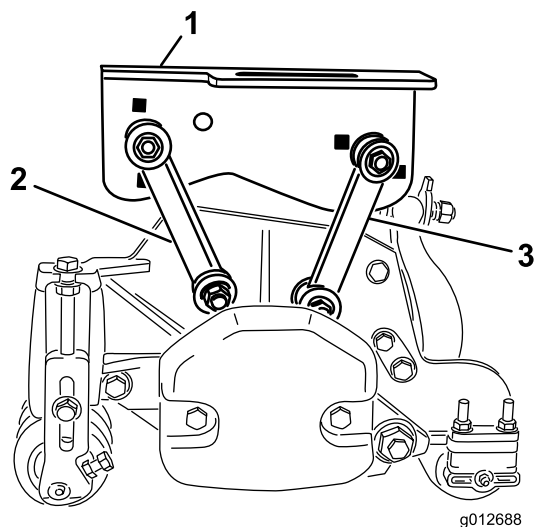

Figura 17
- Fissate i tiranti di montaggio anteriori nei fori del telaio portante centrale con un bullone (3/8" x 2 1/4"), 2 rondelle piane e un dado di bloccaggio, come mostrato in Figura 17. Posizionate una rondella su ogni lato del tirante durante il montaggio. Serrate i fermi a 42 N·m (31 ft-lb).
- Fissate i tiranti di montaggio posteriori nei fori del telaio portante centrale con un bullone (3/8" x 2 1/4"), 2 rondelle piane e un dado di bloccaggio, come mostrato in Figura 17. Posizionate una rondella su ogni lato del tirante durante il montaggio. Serrate i fermi a 42 N·m (31 ft-lb).